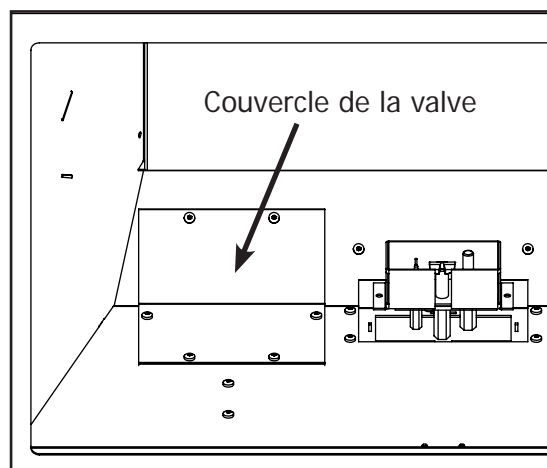

Figure 9: Couvercle de la valve et support du brûleur.
3. Utilisez un tournevis T-20 pour retirer les six vis qui maintiennent le couvercle de la vanne en place (indiqué à la figure 9).